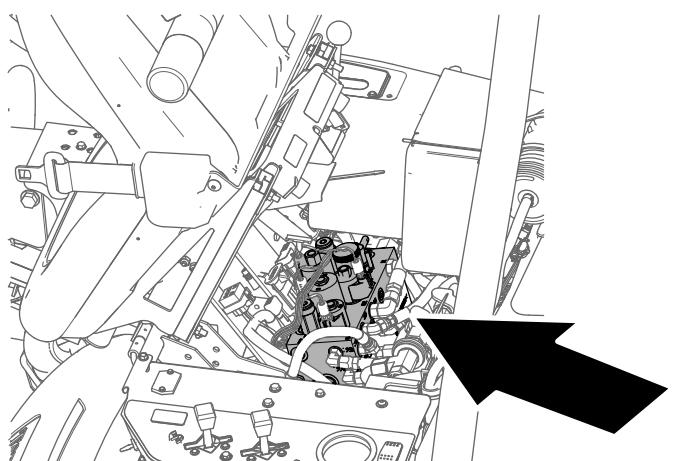

Figura 54
2. Incline o banco do operador para a frente e sustente-o com a barra de apoio (Figura 54).